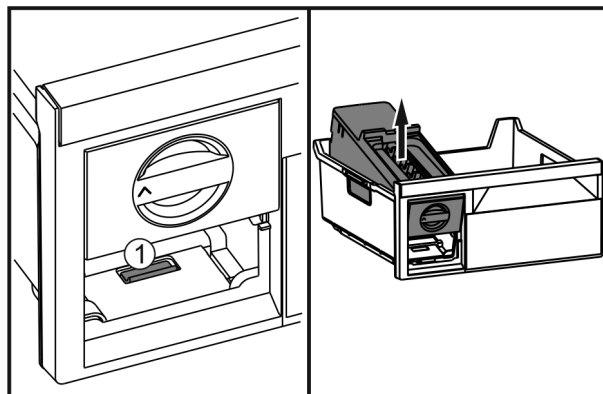

Fig. 54
- ▶ Натиснете езичето Fig. 54 (1), повдигнете EasyTwist-Ice отзад и извадете от чекмеджето на фризера.